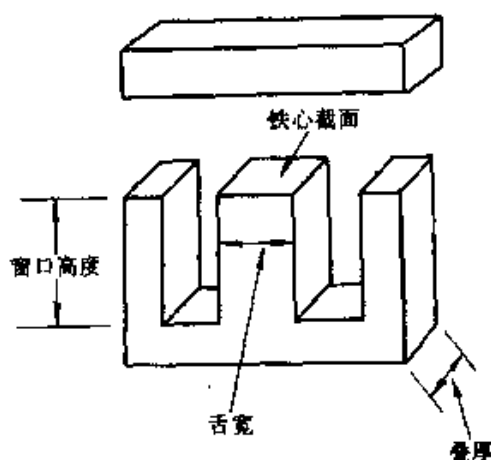

图 3 - 121
③ 计算每伏电压的圈数 N_0 。经验公式为： $N_0 = \frac{45}{S}$ 。例如，上述 20 W 变压器的每伏圈数 $N_0 = \frac{45}{5.6} = 8$ 圈。
④ 计算初、次级各绕组的圈数。初级绕组圈数用 N_0 乘以 220 即可。次级绕组圈数用 N_0 乘以电压再增加 10% 以弥补损耗。上例中(见图 3 - 122), 初级绕组 L_1 为 $8 \times 220 = 1760$ 圈; 次级绕组 L_2 为 $8 \times 6 \times 1.1 \approx 53$ 圈; 次级绕组 L_3 为 $8 \times 12 \times 1.1 \approx 106$ 圈。
⑤ 根据各绕组电流选取漆包线。上例中, 初级绕组 L_1 上的电流 $I_1 = \frac{20W}{220V} \approx 0.09A$, 考虑到留有一定的富裕量, 可选用直径 0.23mm(34 号)的漆包线。次级绕组 L_2 上的电流 $I_2 = 2A$, 可选用直径 1.04mm(19 号)的漆包线。次级绕组 L_3 上的电流 $I_3 = 0.5A$, 可选用直径 0.51mm(25 号)的漆包线。
(2) 具体绕制
① 按图 3 - 123 所示, 用绝缘纸板制作一个线包框架, 其下